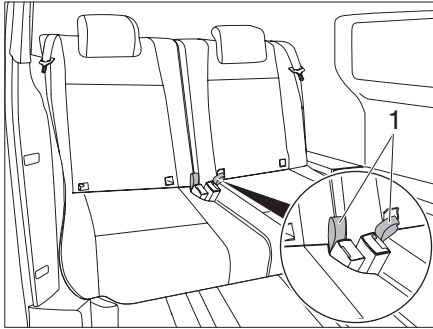

Bild 19 Baksätet fälls bakåt
- Öglan (Bild 19,1) fattas och baksättesarmstöden fälls bakåt.